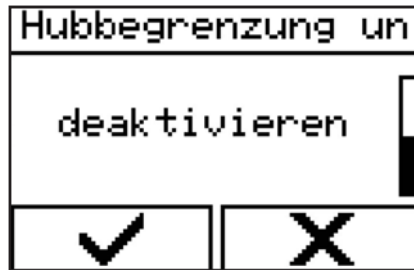

Abbildung 102 - Hubbegrenzung deaktivieren
3. „Hubbegrenzung unten deaktivieren“ (Abbildung 102) auswählen.